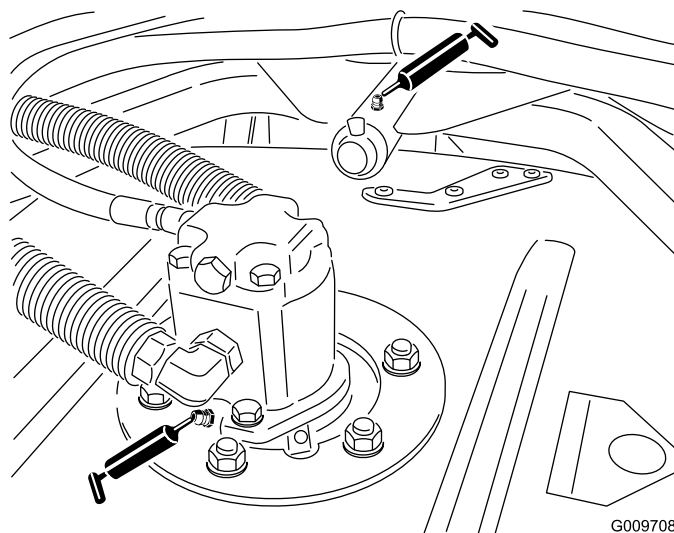

Figura 25
- Cojinetes de los ejes de las unidades de corte (1Figura 25 por unidad de corte) ().
- Casquillos de los brazos de las unidades de corte (1 por unidad de corte) (Figura 25).